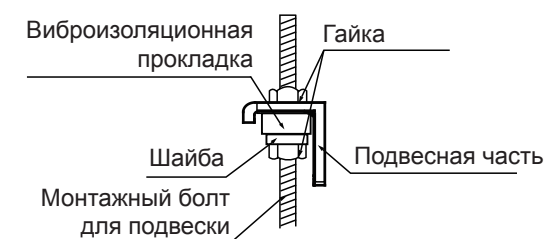

Рис. 4.12
- Установите внутренний блок на подвесные монтажные болты при помощи блока. Установите внутренний блок горизонтально, используя уровень, в противном случае могут происходить утечки (см. рис. 4.12).